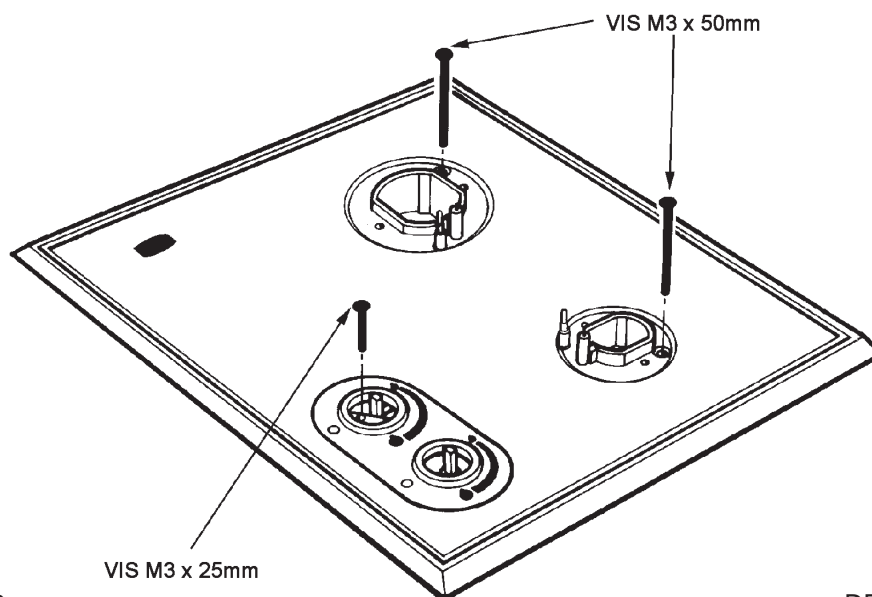

Fig. 2
5. Enlevez les trois vis de fixation qui tiennent en place la plaque de la table de cuisson (Voir Fig. 2).